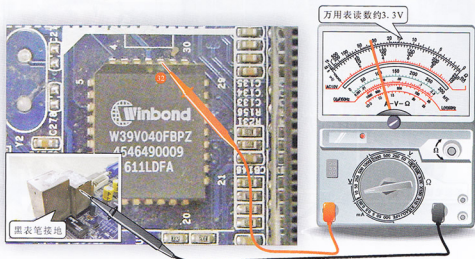

图14-7 万用表检测BIOS芯片的供电电压
(2) 根据信号流程, 首先检测BIOS芯片的供电电压, 将主板通电开机, 万用表量程选择直流电压10V电压挡, 黑表笔连接接地端, 红表笔连接②⑤、③②脚, 测得电压为3.3V, 检测方法如图14-7所示(以检测③②脚为例)。检测后发现该芯片供电端的供电电压正常。